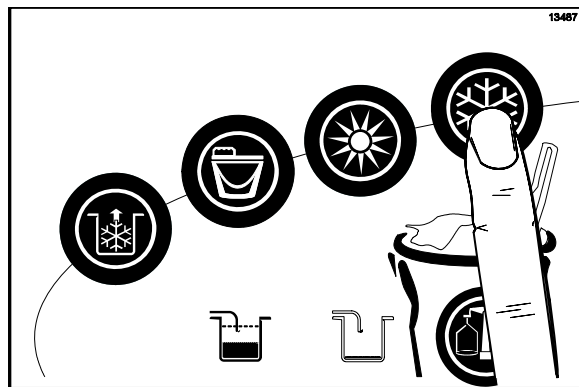

Рисунок 39
32. Когда вы готовы возобновить нормальную работу, нажмите на символ  (АВТО). (См. рис. 39) Система управления может (через Меню Менеджера) производить подключение или блокировку режима ЗАПУСК АВТО. Если режим ЗАПУСК АВТО включен, машина будет автоматически выходить из режима ОЖИДАНИЕ и будет запускать на обеих сторонах режим АВТО, в указанное время, каждый день. (См. страницу 83).